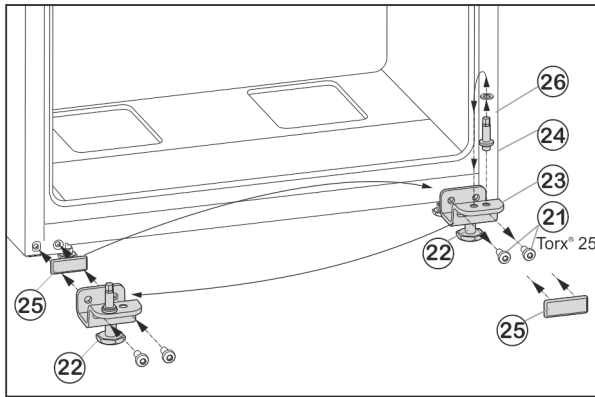

Fig. 7
- ▶ Открутите крепежные винты Fig. 7 (21).
- ▶ Снимите нижний опорный кронштейн Fig. 7 (23) вместе с опорным пальцем Fig. 7 (24), шайбой Fig. 7 (26) и регулируемой опорой Fig. 7 (22).
- ▶ Открутите опорный палец Fig. 7 (24) вместе с шайбой Fig. 7 (26) и, переставив в отверстие на противоположной стороне опорного кронштейна, снова прикрутите.
- ▶ Аккуратно снимите защитную пластину Fig. 7 (25) и переставьте ее на противоположную сторону.
- ▶ Прикрутите нижний опорный кронштейн Fig. 7 (23) вместе с опорным пальцем Fig. 7 (24), шайбой Fig. 7 (26) и регулируемой опорой Fig. 7 (22) с другой стороны шарнира (**с моментом 4 Нм**), при необходимости используйте аккумуляторный шуруповерт.
- ▶ Установите нижнюю дверцу сверху на опорный палец Fig. 7 (24).
- ▶ Выверните регулируемую опору Fig. 7 (22) на нижнем опорном кронштейне Fig. 7 (23) до ее соприкосновения с полом.